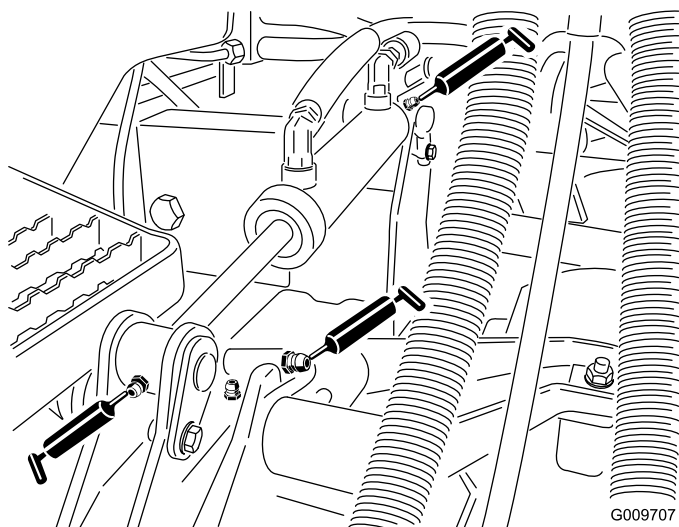

Figure 20
- Bagues de bras de relevage (1 par tablier) (Figure 20).
- Bagues de vérin de relevage (2 par tablier) (Figure 20).